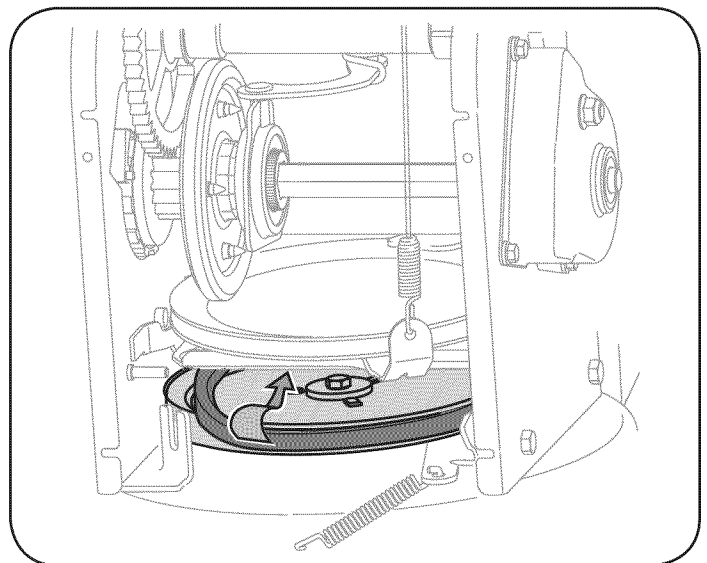

Figura 30
7. Retire la correa de alrededor de la polea de la barrena y deslice la misma entre la ménsula de soporte y la polea de la barrena. Vea la figura 30.